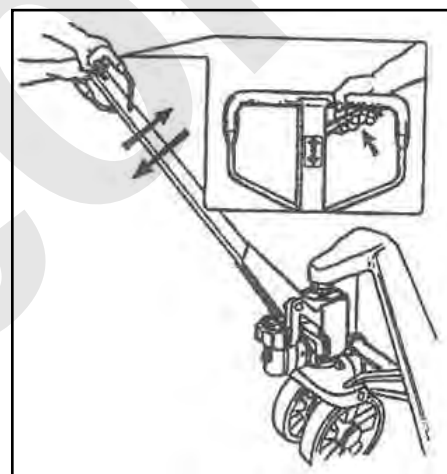

Figura 13 – Scarico aria
6. **Muovere alternativamente il timone verso l'alto e verso il basso per circa 10 volte, tenendo la leva di comando verso l'alto, per eliminare l'eventuale aria formatasi nella pompa (vedere la Figura 13).**